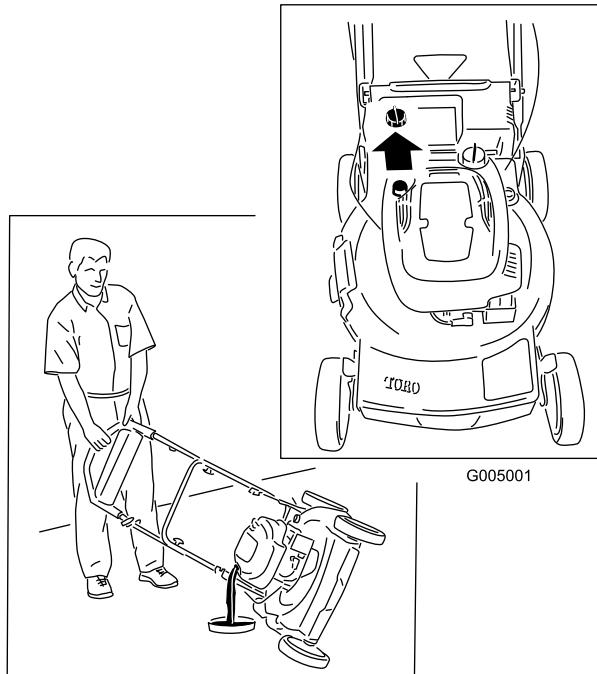

Figura 26
3. Coloque el cortacésped de lado con el filtro de aire hacia arriba para drenar el aceite usado a través del tubo de llenado de aceite (Figura 26).